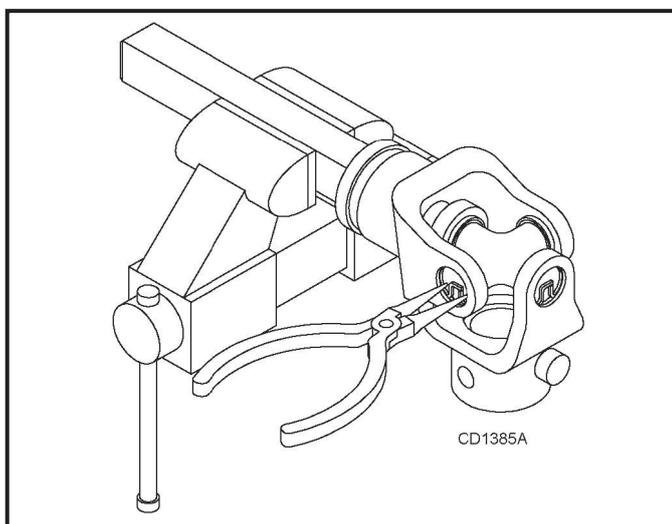

Figura 27. Remoção do anel elástico
1. Remova os anéis elásticos externos dos garfos em quatro locais, conforme mostrado na Figura 27.